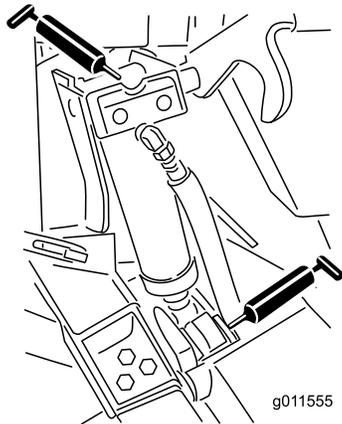

Bild 44
- Hubzylinderbüchsen (4) (Bild 44)